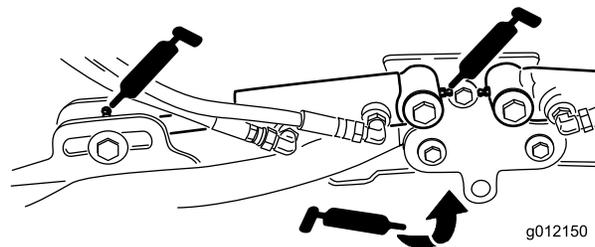

图43
- 滚刀组提升臂油缸 (每个滚刀组 2 个) (图43)
- 提升臂枢轴 (每个滚刀组 1 个) (图43)